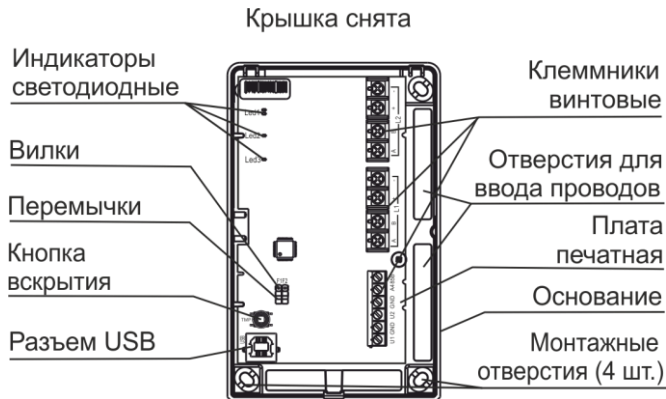

Рисунок 2
4.1 РПА выполнен в виде блока, состоящего из основания и съемной крышки. Внутри блока смонтирована печатная плата с радиоэлементами (рисунок 2).